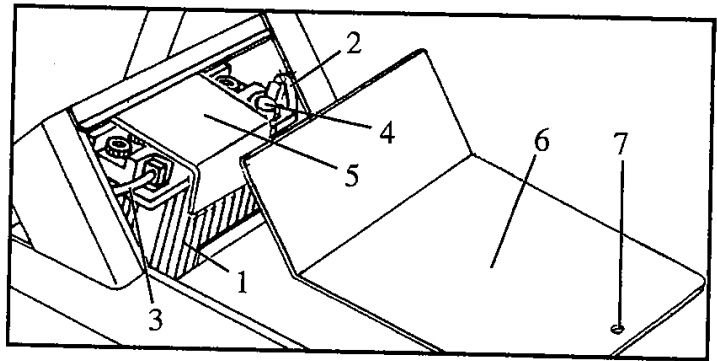

Fig. 4
Placez la batterie avec l'électrolyte (1) sous le tableau de bord (fig. 4). Reliez le fil rouge (2) au pôle positif (+) et le fil blanc (3) au pôle négatif (-). Utilisez les boulons livrés et procédez en ordre donné. Graissez les bornes et soyez attentifs en ce qui concerne le positionnement juste du chapeau de protection (4) (pôle +).